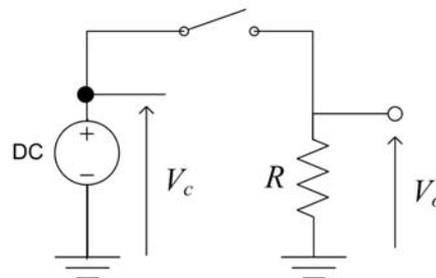

Fig.E2.7: マイクロスイッチ出力信号評価回路
- (a) Fig.E2.7 を参考にして、ブレッドボードを使用してマイクロスイッチ、電源および出力端子を配置し、出力端子はオシロスコープを接続する